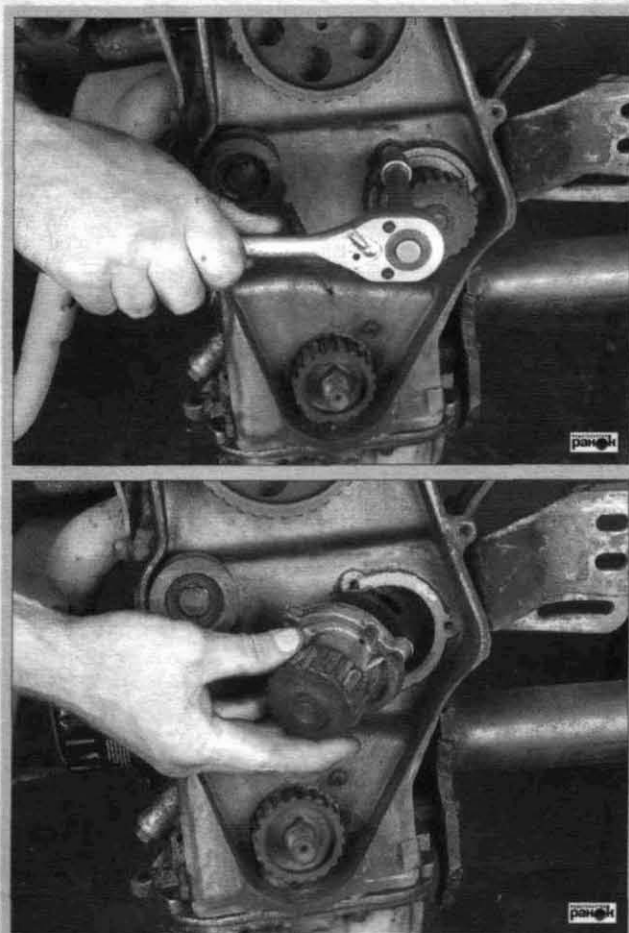

Рис. 3.56. Снятие насоса охлаждающей жидкости
- открутив болты крепления, снять насос охлаждающей жидкости (рис. 3.56).